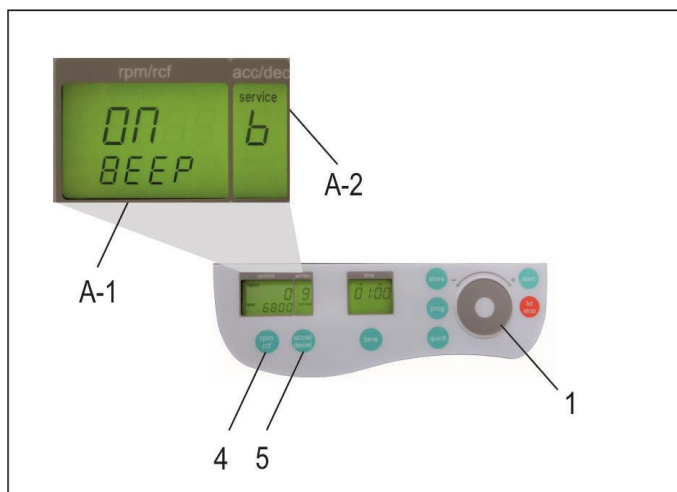

Abbildung 3
Öffnen Sie wie unter Punkt 1.8.2 beschrieben das Menü „Grundeinstellungen“. Danach drücken Sie die Taste „accel/decel“ (5). Im Anzeigenfeld „accel/decel“ (A-2) blinkt der Schriftzug „service“. Wählen Sie nun mit dem Einstellfeld (1) den Buchstaben „b“. Daraufhin erscheint im Anzeigenfeld „rpm/rcf“ (A-1) der Schriftzug „ON/BEEP“. Nachdem Sie die Taste „rpm/rcf“ (4) gedrückt haben, kann mit dem Einstellfeld (1) der Tastenton ein (On) oder ausgeschaltet (Off) werden (siehe Abbildung 3).